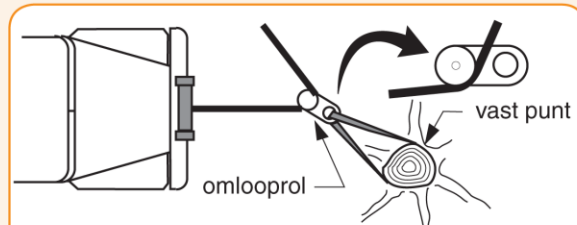

Fig. 3. Lieren met een omlooprol
- 3.2 Bij grotere hoekafwijkingen en in geaccidenteerd terrein. Maak in deze gevallen gebruik van een omlooprol (snatch block) en zeker dit aan een vast object of een voertuig dat voldoende stabiel staat (zie fig. 3). Voor het overige verloopt het oplieren volledig als beschreven onder de sectie "liergebruik".